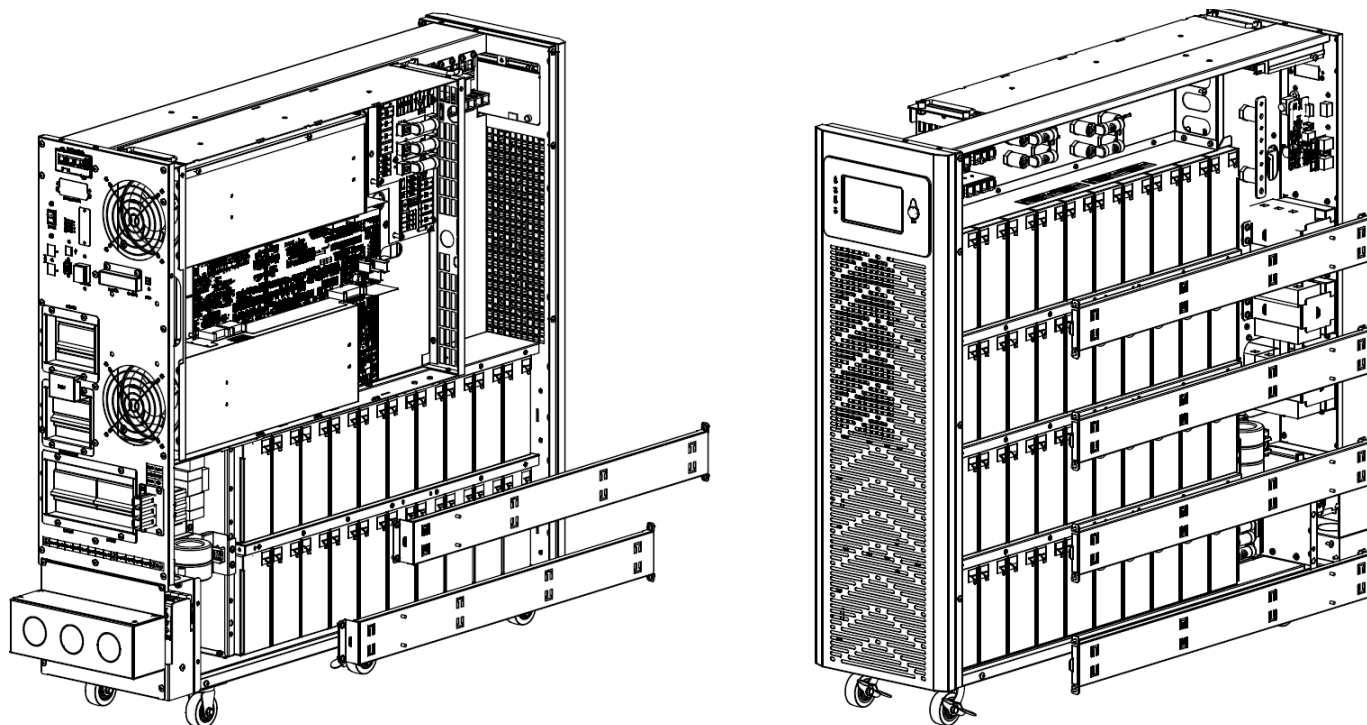

Figura 3-12: Reinstale las barras de soporte de la batería
7. Reinstale las seis barras del soporte de la batería retiradas en el paso 3 (Figura 3-12).